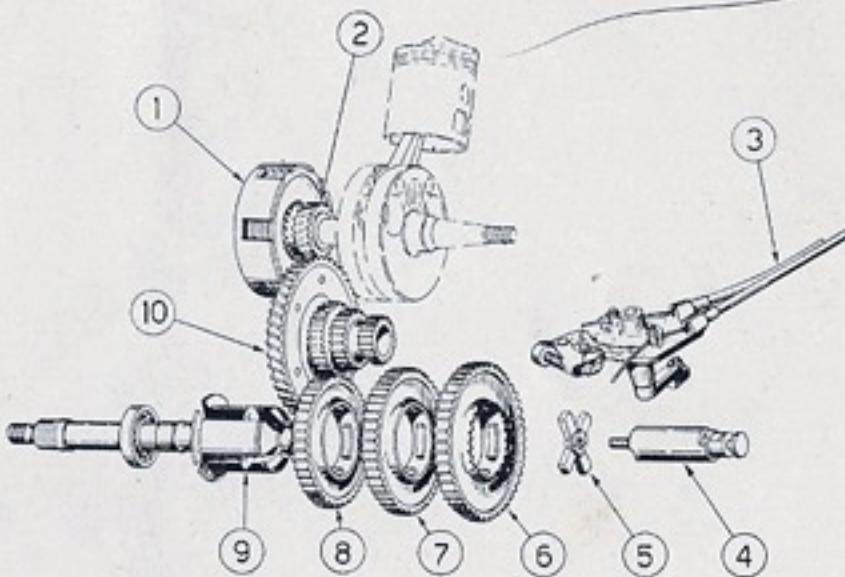

Fig. 12 - Schema del cambio
**Cambio marce.** Avendo raggiunto in 1a marcia una conveniente velocità, togliere repentinamente gas, tirare la leva della frizione e ruotare rapidamente la manopola sinistra sulla posizione di 2a marcia; quindi lasciare la leva della frizione e ridare immediatamente gas. Procedere analogamente per innestare la 3a marcia. Per passare da una marcia a quella immediatamente inferiore, si segua un analogo procedimento. Qualora l'utente debba ridurre la velocità, non esiti a passare alla marcia inferiore. Vedere lo schema del cambio in fig. 12.